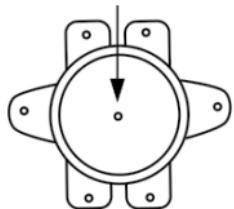

Рис. 8
- нажать до щелчка кнопку, расположенную по центру термовыключателя, рис. 8;